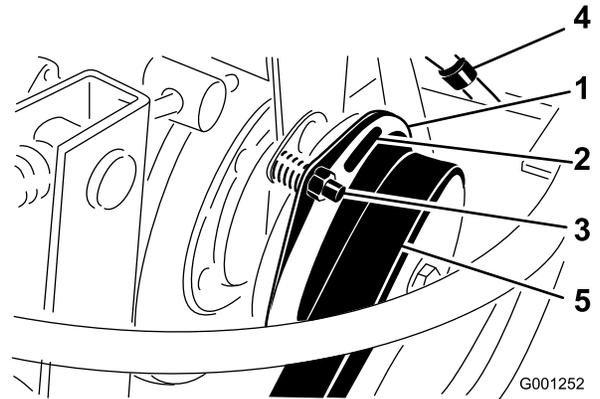

図 95
6. クラッチのライニングと摩擦プレートとの間のギャップを 0.38 mm のすきまゲージが通れるように調整する 図 95。
**注** 調整ナットを右に回すと隙間が小さくなる 図 95。整備時の隙間の最大値は 0.76 mm である。3 か所すべてでエアギャップの調整を行う。